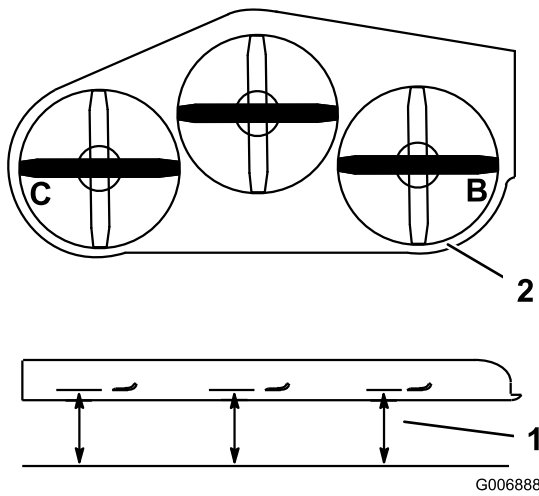

Figure 82
- Tournez la lame droite dans le sens latéral (Figure 82).
2. Mesurez la distance au point **B** entre la surface plane et le tranchant de la pointe de la lame droite (Figure 82).
4. Tournez la lame gauche dans le sens transversal (Figure 82).
5. Mesurez la distance au point **C** entre la surface plane et le tranchant de la pointe de la lame gauche (Figure 82).